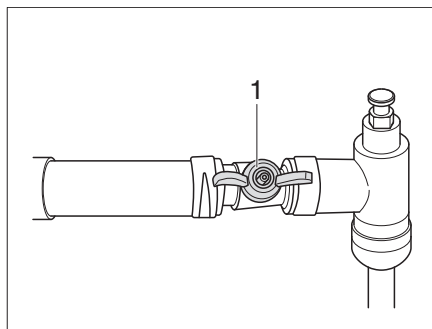

Fig. 328 Robinet d'arrêt Alde, ouvert
- Placer le robinet d'arrêt (Fig. 328,1) en travers par rapport à la conduite.
- Placer le robinet d'arrêt (Fig. 328,1) parallèle à la conduite.